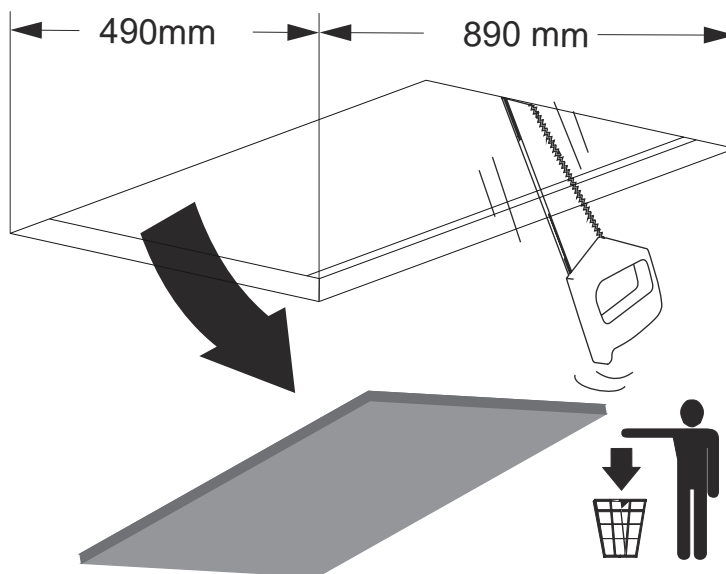

Fig. 14
3. ➤ Taket eller materialet där fläkten ska monteras måste skäras till enligt angivna mått (Fig. 14).